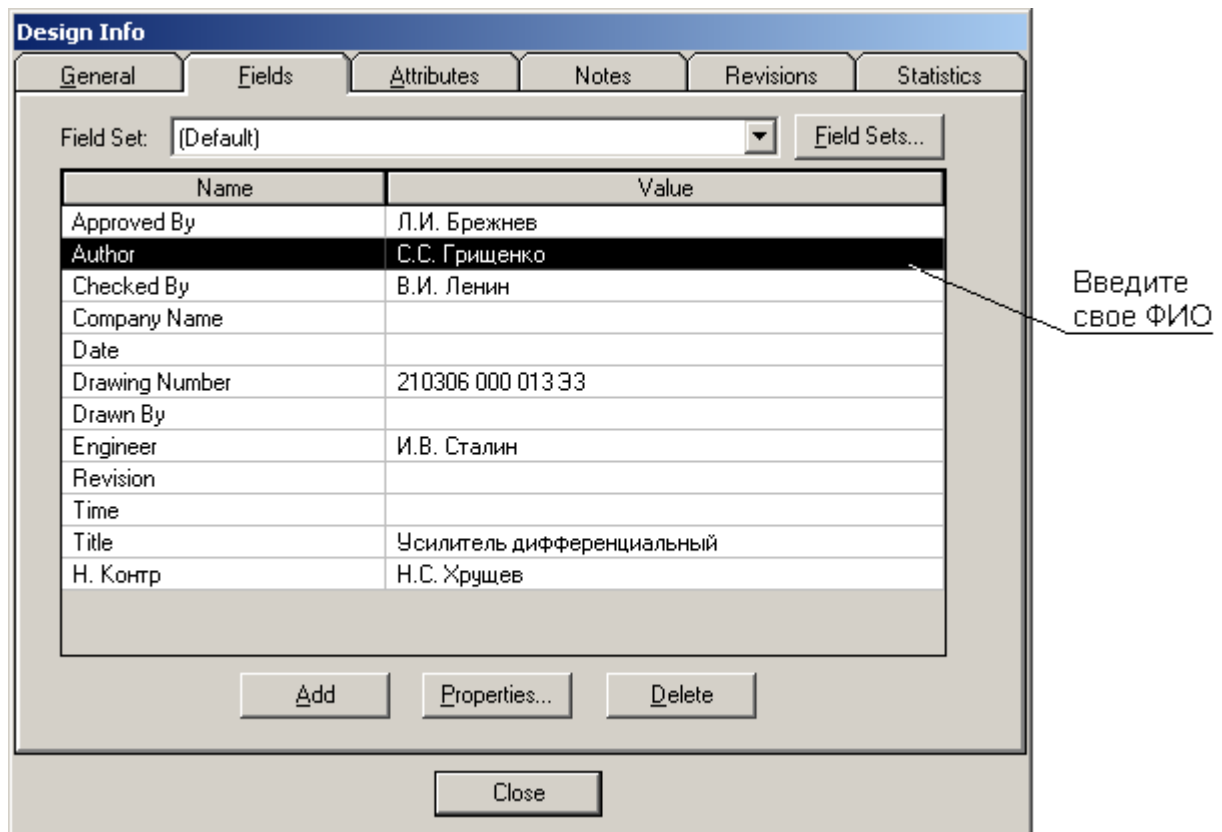

Рис. 1 Заполнения полей данных штампа
- 2.3 Выделяйте последовательно поля и задавайте их значения путем нажатия кнопки **Properties**. Заполните поля в соответствии с рис. 1.